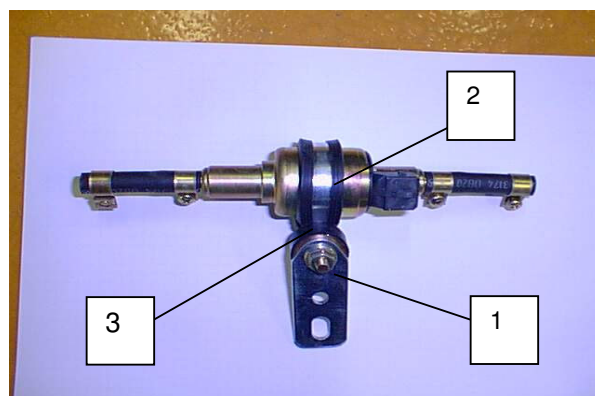

Рис. 8
- Обрезать пластину (1/8), как показано на **Рис.8**
- закрепить дозирующий насос на амортизаторе прорезиненным хомутом, гайкой и пружинным кольцом, как показано на **рис.8**